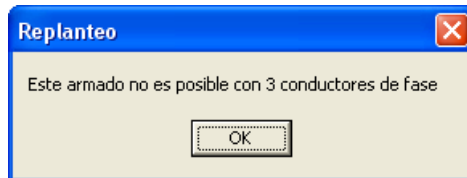

Figura 11.31.
- Figura 11.31: Sucede cuando tenemos un armado N (6 fases) e intentamos poner un armado.